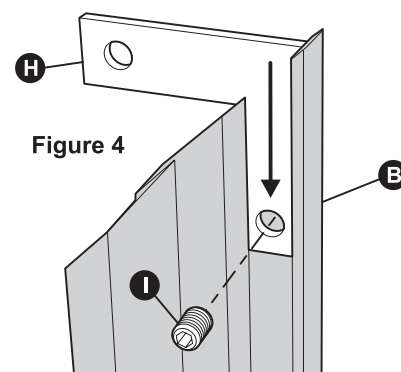

Figure 4
- Fixez les supports (H) sur le bord incliné de chaque garniture de côté (B et C). Fixez soigneusement les supports sur les garnitures de côté en serrant les vis de réglage (I), juste assez pour éviter qu'elles s'enfoncent dans la surface de la cornière. Voyez la figure 4.